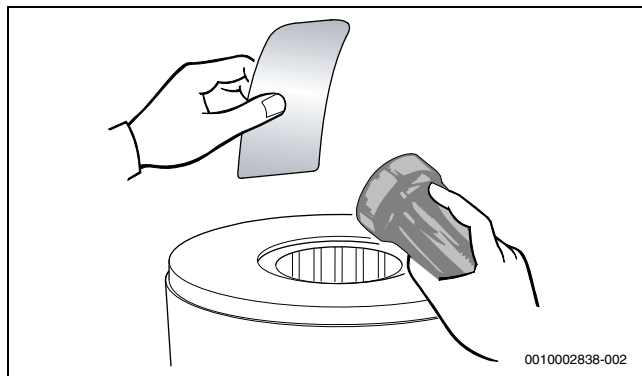

Bild 135 Wärmeblock auf Rückstände prüfen
- ▶ Wärmeblock erneut auf Rückstände prüfen (→ Bild 135).